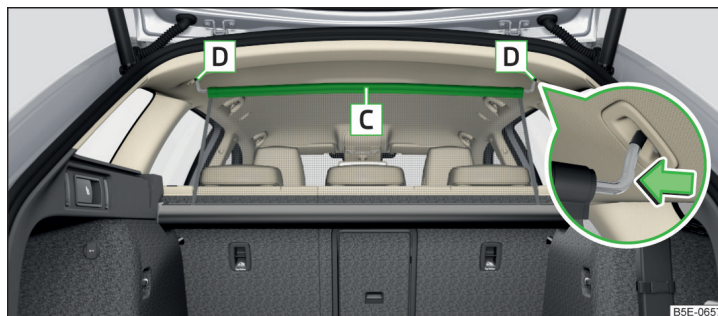

Fig. 122 Peretele despărțitor din plasă asigurat corect în spatele scaunelor din spate, în stare demontată
► Extrageți peretele despărțitor din traversa superioară **C** și agățați într-una dintre punctele de fixare **D** » fig. 122.
- Apăsați pe bara transversală și scoateți-o din punctele de fixare **[D]** » fig. 122 mai întâi pe o parte, apoi pe cealaltă.